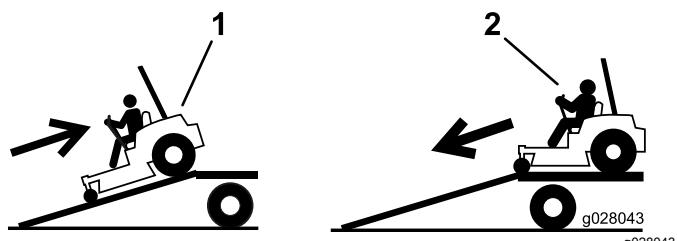

**Figura 39**
5. Utilize os pontos de fixação na máquina para prendê-la com segurança ao atrelado ou camião com cintas, correntes, cabo ou cordas (Figura 39).